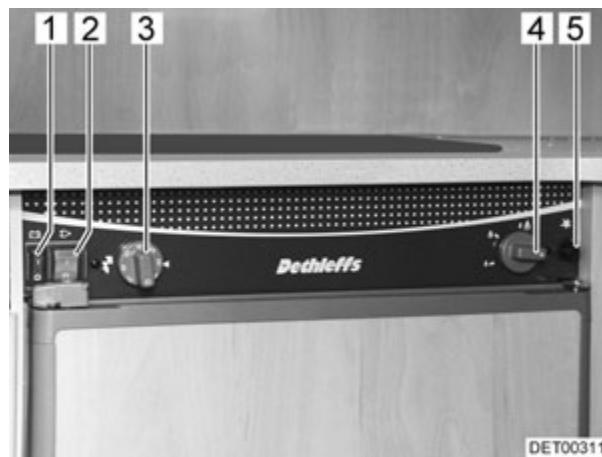

Fig. 118 Elementos de mando para el frigorífico (variante 2)
- Situar el interruptor de 12 V (Fig. 118,1) y el de 230 V (Fig. 118,2) en "0".
- Pulsar el botón giratorio (Fig. 118,4), girarlo a gas  y mantenerlo pulsado. Esperar hasta que salga gas hacia el quemador.
- Pulsar el interruptor de encendido (Fig. 118,5) tantas veces como sea necesario hasta que se pueden ver las llamas por la mirilla (parte inferior izquierda del frigorífico).
- Mantener aún presionado el botón giratorio (Fig. 118,4) de 10 a 15 segundos y después soltarlo.
- Ajustar la temperatura de refrigeración con el botón giratorio (Fig. 118,4).
- Girar el botón giratorio (Fig. 118,4) a la "posición 0".
- Encender el interruptor (Fig. 118,2).
- Ajustar la temperatura de refrigeración con el regulador giratorio (Fig. 118,3).
- Para apagar, girar a la posición 0 el regulador giratorio y apagar el interruptor (Fig. 118,2). El aparato está desconectado.
- Encender el interruptor (Fig. 118,1).